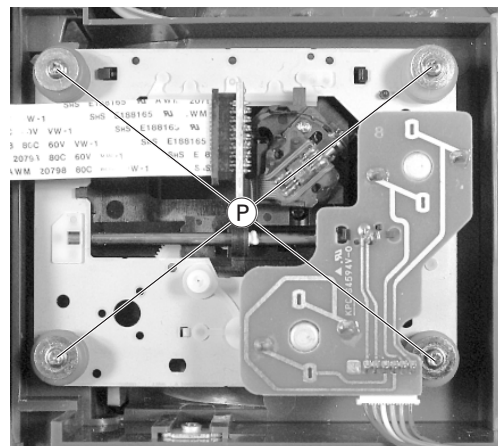

Fig. 8
- 4 Schrauben ① herausdrehen (Fig. 8) und CD-Laufwerk herausnehmen, dabei Steckverbinder nach Bedarf öffnen.
- Undo 4 screws ① (Fig. 8) and take the CD drive mechanism out; unplug the connector if necessary.